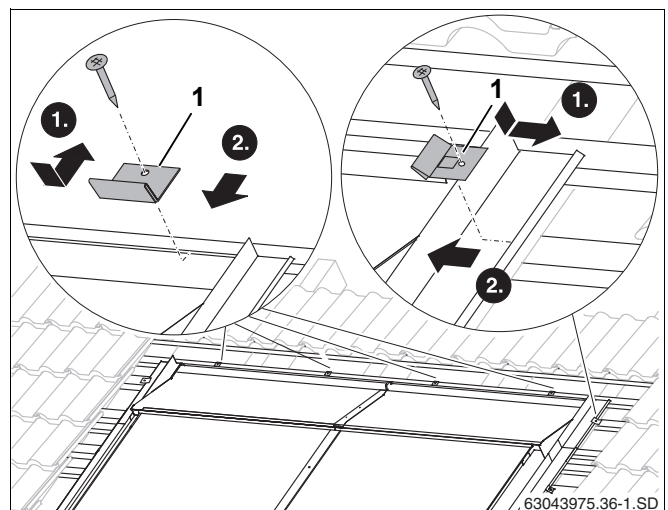

Рис. 59 Крепление накладных листов прихватами
- ▶ Уложите прихват (рис. 59, поз. 1) в кант накладного листа.